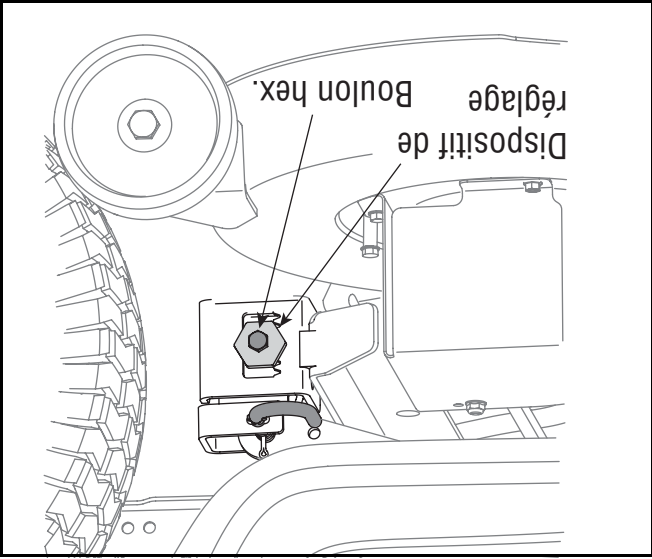

Figure 14
- Desserrez, **sans** la retirer, la vis à chapeau à six pans sur le crochet de support gauche du plateau de coupe. Voir la Figure 14.
- Desserrez l'écrou de blocage de la tige d'entraînement sur l'arrière du joint à rotule. Voir la Figure 14.
- Retirez le contre-écrou de blocage sur le dessus du joint à rotule. Voir la Figure 14.